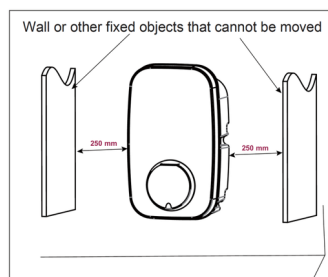

Fig. 5
- Recomendación: separación lateral mínima de 250 mm por cada lado. Fig. 5